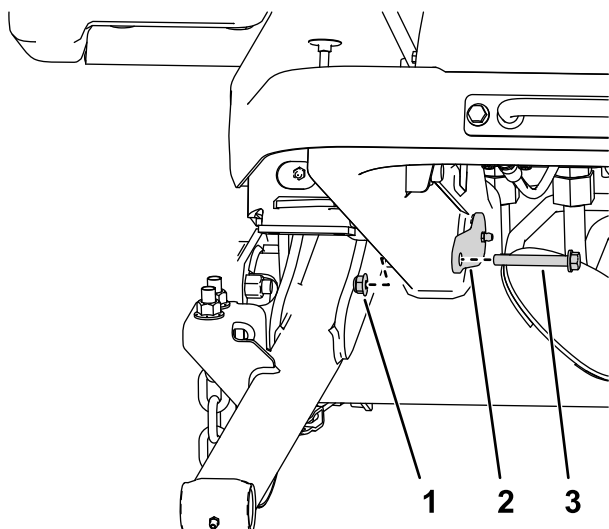

Figure 7
4. Avec 2 écrous ($\frac{3}{8}$ ") et 2 boulons ($\frac{3}{8}$ " x $2\frac{3}{4}$ "), fixez les grands axes sur le cadre (Figure 7).